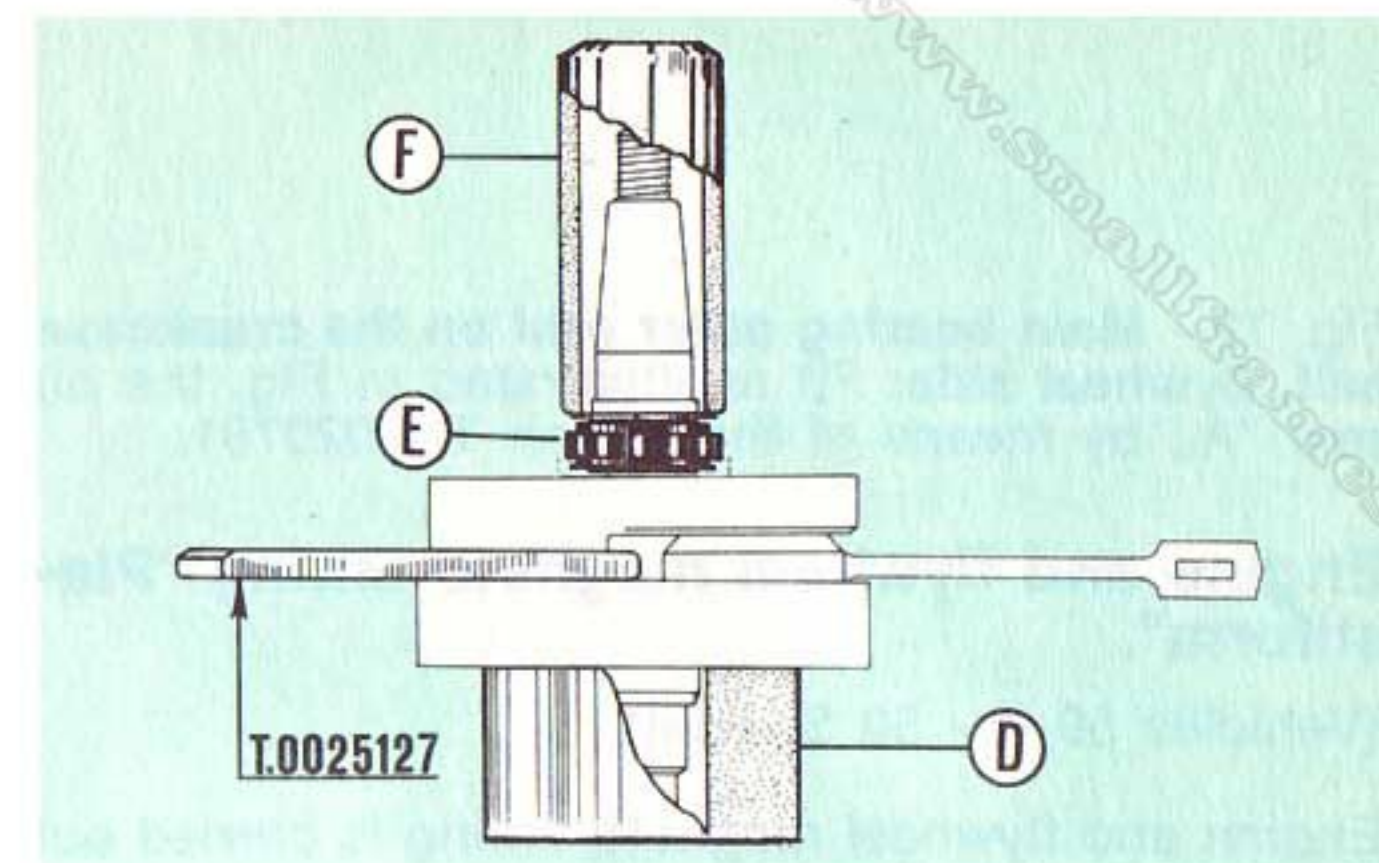

Fig. 69
Fig. 69 - **Inner ring of the roller main bearing** (Vespa 125 Primavera - 125 Primavera ET3): Place the crankshaft (clutch side) on the base "D" of a suitable height and with the central hole $\varnothing$ 35 mm. (1".38).
N. B. - When fitting the inner ring "E" insert between the crank halves the proper wedge T. 0025127 to avoid crankshaft deformations (see fig. 69).
Fig. 69 - **Anillo int. cojinete de rodillos cigüeñal** (Vespa 125 Primavera - 125 Primavera ET3): Introducir el cigüeñal lado embrague sobre una base de apoyo "D,, con $\varnothing$ int. 35 mm.; montar la pista "E,, calentada en baño de aceite a 100° C, del cojinete de rodillos sobre el cigüeñal (lado volante) empleando como puntero "F,, un trozo de tubo con $\varnothing$ int. 22 mm.
N. B. - Durante el montaje de la pista "E,, introducir la cuña T. 0025127 entre los semicigüeñales para evitar deformaciones en el cigüeñal, (ver fig. 69).